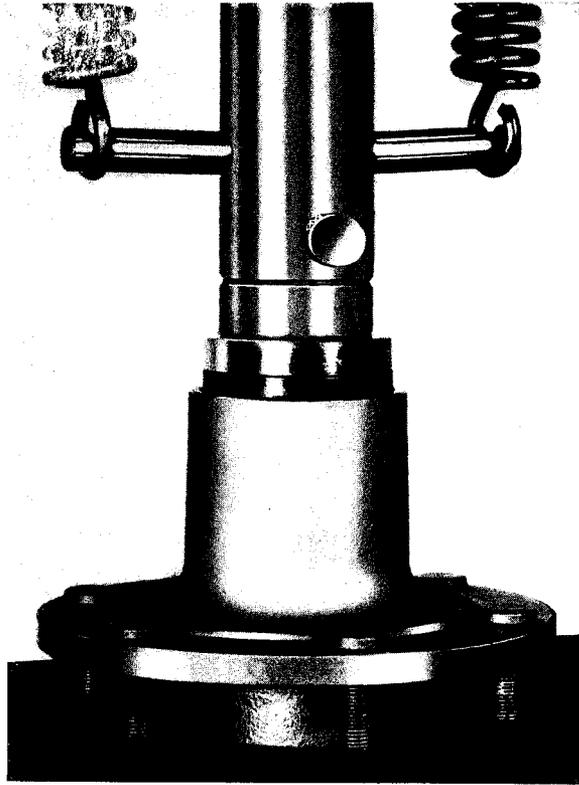

Fig. 6
- 6° A la presse, mettre en place la bague d'étanchéité à l'aide du tampon MUTO (fig. 6).